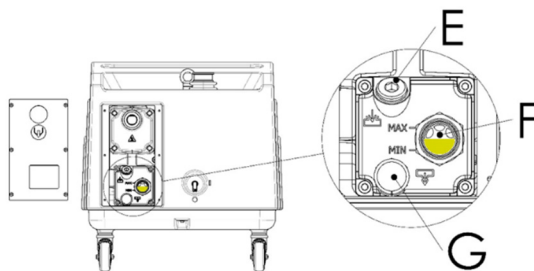
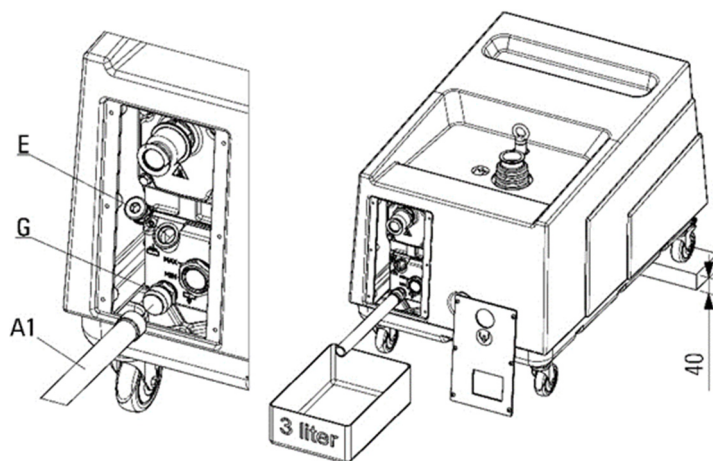

Figura 14
Figura 15
Con riferimento alla Figura 14, svitare il tappo di carico (E) e quello di scarico olio (G) solo dopo aver posizionato sotto il serbatoio un contenitore adatto (per forma e dimensioni) a raccogliere tutto l'olio della pompa (vedere Figura 15).